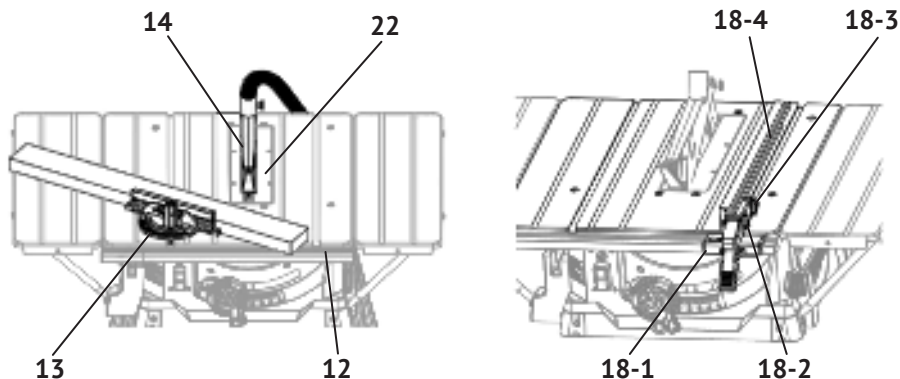
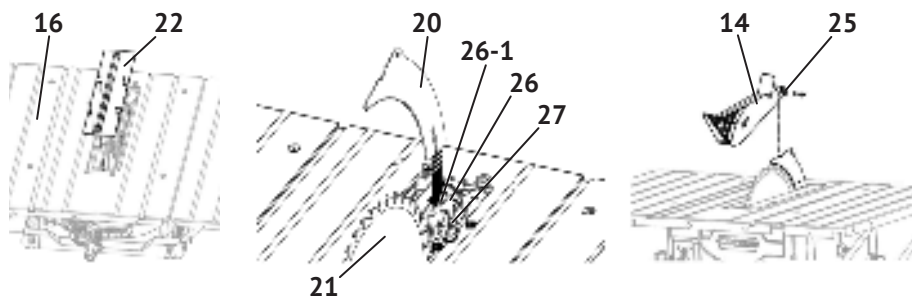
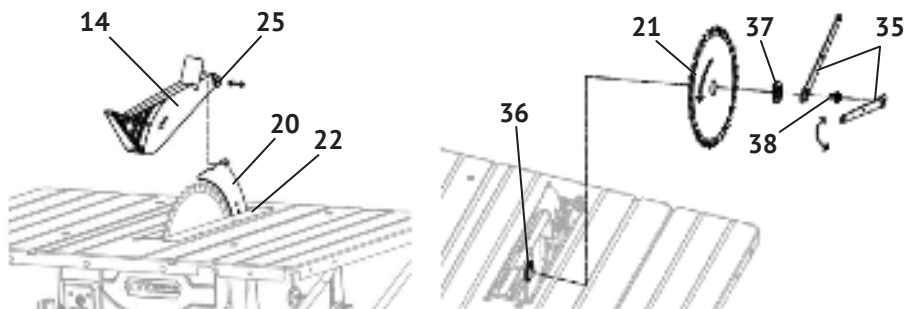

рис.1
рис.4
рис.7
3.1 Общий вид и элементы пилы представлены на рис.1
3.2 Основные элементы пилы (двигатель с редуктором, перемещаемая плита крепления двигателя, механизмы наклона и подъёма диска, нижний защитный кожух) размещены в металлическом корпусе (рис.1 поз.24). На шпиндель редуктора, между опорным и зажимным фланцами, крепится пильный диск (рис.1 поз.21). На верхнем защитном кожухе (рис.1 поз.14) нанесена стрелка, указывающая направление вращения диска.
3.3 Для установки распиливаемой заготовки в нужном положении, на направляющей планке (рис.1 поз.12) нанесена метрическая шкала, для установки планки параллельного упора (рис.1 поз.18) на нужном расстоянии от пильного диска. Заготовка размещается на рабочем столе (рис.1 поз.16) в нужном положении с помощью планки параллельного (рис.1 поз.18-4) или, установленного в один из пазов (рис.1 поз.23) рабочего стола, углового упора (рис.1 поз.13). Распиливаемая заготовка подаётся оператором по рабочему столу к пильному диску вручную.
3.4 Выключатель – магнитный пускатель (рис.1 поз.10) расположен на корпусе пилы. Он имеет две кнопки: зелёная с символом «I» - включение двигателя и
красная с символом «0» - выключение двигателя (МЭК 60417). Пила оснащена автоматическим выключателем (рис.1 поз.11) от перегрузки двигателя. При его срабатывании (отключении двигателя) – кнопка отжимается (положение “выкл”). Выждать не менее 5 минут, для остывания двигателя, перевести автомат в положение “вкл” – нажать кнопку. После этого продолжить работу, запустив двигатель магнитным пускателем.
4.1.3 Установка расклинивающего ножа и верхнего защитного кожуха (см. рис.4).
- открутив 4-е винта крепления, снимите вставку стола (рис.4 поз.22);
- ослабьте (сдвинув против часовой стрелки) трёхрычажную ручку (рис.4 поз.27), но не снимайте шайбу (рис.4 поз.26);
- вставьте расклинивающий нож (рис.4 поз.20) в монтажный паз между опор-
ной плитой и квадратной шайбой (рис.4 поз.26);
- поместите его на две втулки (рис.4 поз.26-1) опорной плиты;
- зафиксируйте расклинивающий нож поворотом ручки (рис.4 поз.27) по часовой стрелке, как показано на рис.4;
- совместив крепёжные отверстия защитного кожуха (рис.4 поз.14) и расклинивающего ножа (рис.4 поз.20), соединить их винтом (рис.1 поз.25) и закрепить гайкой. Крепление не должно быть жёстким. Кожух должен иметь возможность вращения вокруг оси крепления, чтобы фиксироваться в выбранном положении относительно диска, в зависимости от толщины заготовки.
Установка параллельного упора (рис.1 поз.18) возможна с любой стороны от пильного диска. Пластина упора (рис.5 поз.18-4) имеет высокий и низкий плоские бортики, для обработки заготовок разной толщины. На рис.5-а пластина установлена низким бортиком к диску, для обработки заготовок толщиной до 25 мм. На рис.5-б пластина установлена высоким бортиком к диску, для обработки заготовок толщиной более 25 мм. Изменение положения параллельного упора на рабочем столе (рис.5-с поз.16) осуществляется передвижением кронштейна передвигного блока (рис.5 поз.18-1) по планке со шкалой (рис.5-с поз.12).
Для установки (замены) диска (см. рис.7):
- снять с расклинивающего ножа (рис.7 поз.20) верхний защитный кожух (рис.7 поз.14), открутив винт (рис.7 поз.25);
- открутив винты крепления, демонтировать вставку стола (рис.7 поз.22);
- вращением (против часовой стрелки) рукоятки (рис.1 поз.7), поднять пильный диск (рис.7 поз.21) на максимальную высоту, для удобства его монтажа/демонтажа;
- зафиксировав одним ключом (рис.7 поз.35) фланец зажимной (рис.7 поз.37), открутить вторым ключом (рис.7 поз.35) зажимной болт (рис.7 поз.38);
- снять (при замене) со шпинделя зажимной фланец (рис.7 поз.37) и пильный диск (рис.7 поз.21);